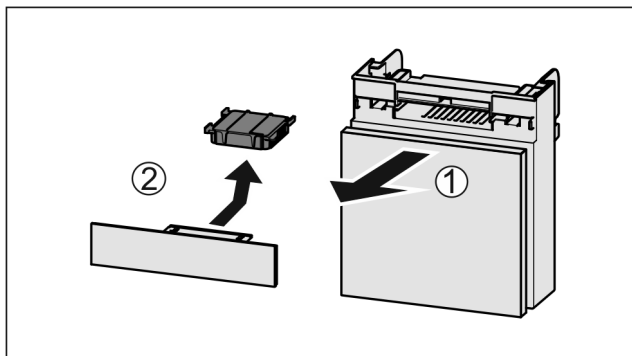

Fig. 182
- Trekk ut Fig. 182 (1) hyllen fremover.
- Ta ut Fig. 182 (2) aktivkullfilteret.